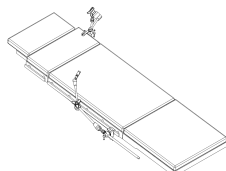

Figure 4
- Insérez un **bras articulé** (UL-0110) dans chacune des **pincettes de table**. Positionnez le **bras articulés** et les **pincettes de table** afin qu'ils soient inclinés le plus bas possible et n'entravent pas le mouvement du chirurgien. (Figure 4)